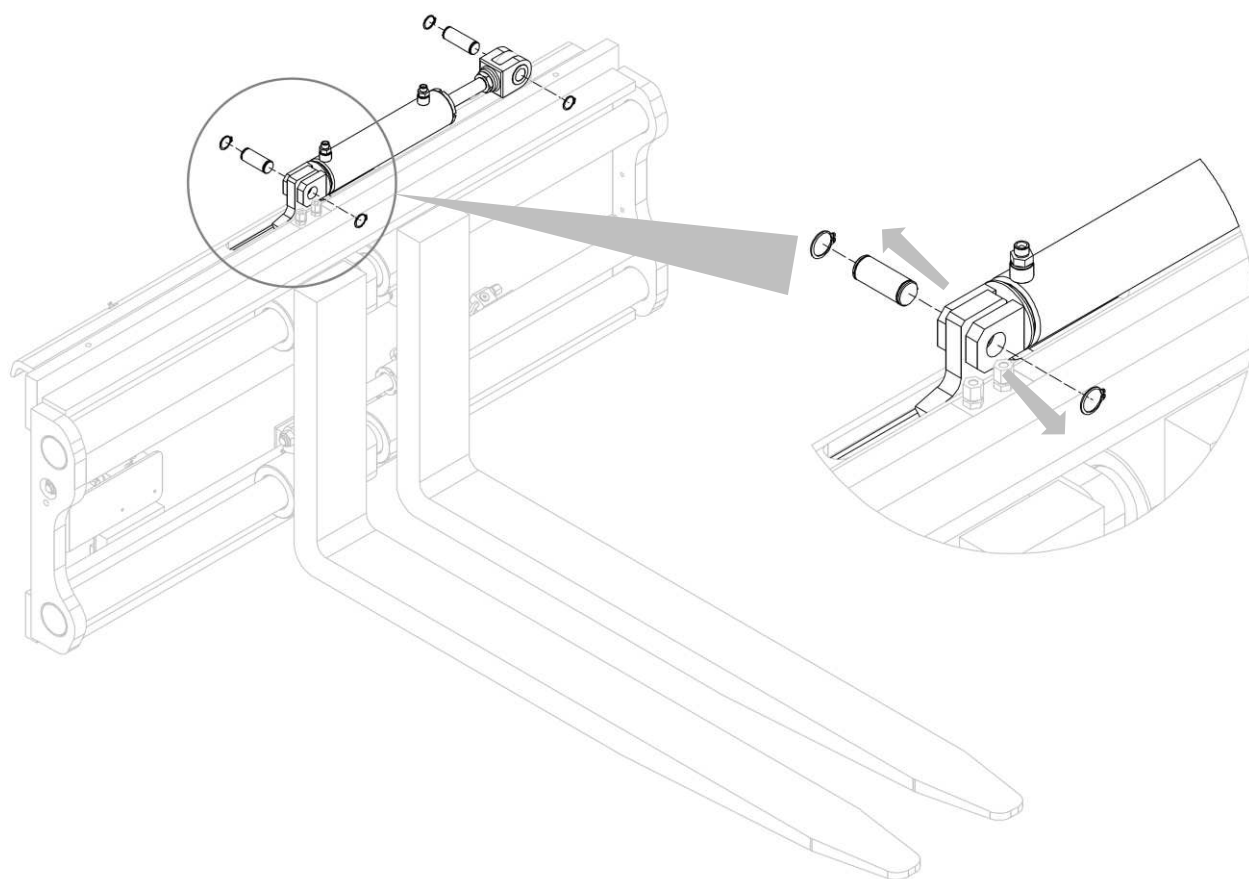

Figura 5
5. Rimuovere gli anelli elastici per poter togliere i 2 perni che bloccano il cilindro dello spostamento laterale (vedi Figura 5).